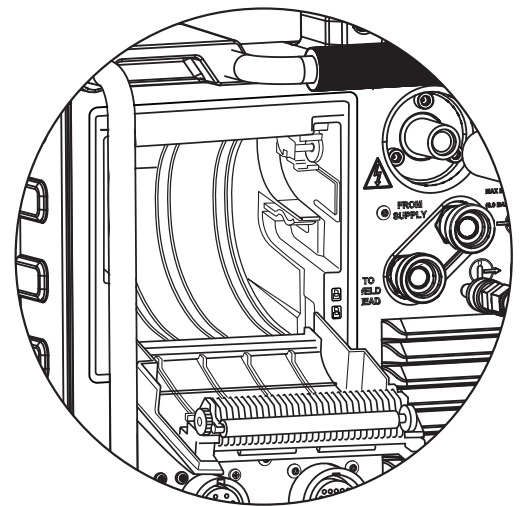

Abb. 51—Herausnehmen der Papierrolle
2. Nehmen Sie die alte Papierrolle heraus (Abb. 51).